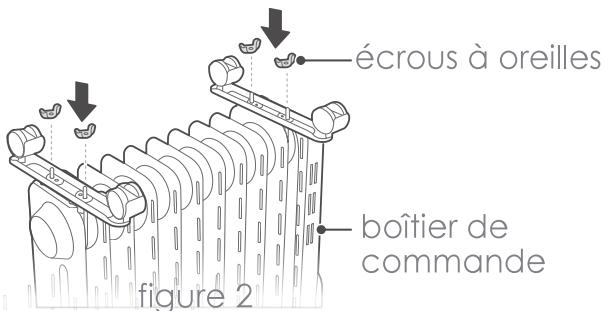

figure 2
03. Comme le montre la figure 2, les ensembles de roulettes sont fixés au radiateur au moyen de deux écrous à oreilles pour chaque ensemble de roulettes. Serrez les écrous à oreilles, puis redressez le radiateur.